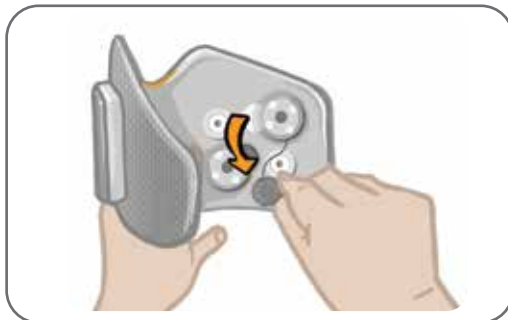

Figura 8-8: Îndepărtarea bazelor pentru electrozi folosite
3. Eliberați capsele bazelor pentru electrozi din orificiile acestora. Consultați Figura 8-8.
4. Îndepărtați bazele pentru electrozi folosite de pe jambieră. Consultați Figura 8-8.